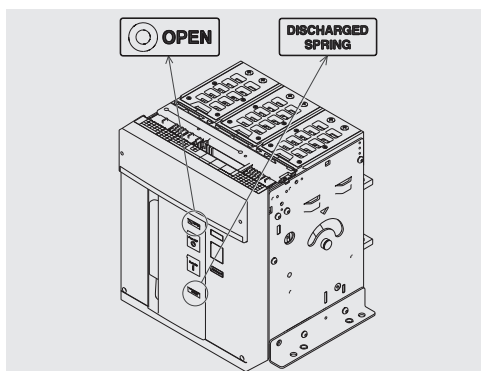

图 22
1. 确保断路器处于分闸状态（分闸/合闸指示器显示“0 - OPEN”），并确保弹簧未储能（弹簧状态指示器显示“white - DISCHARGED SPRING”），如图22所示。